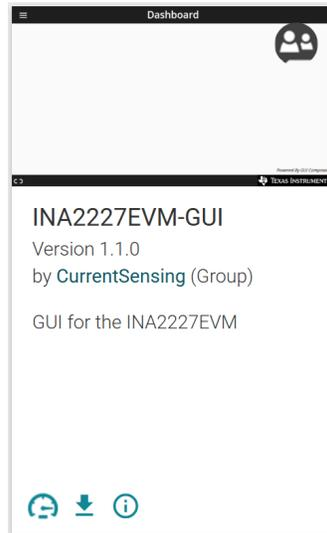

図 3-2. GUI Composer アプリケーション
3. GUI Composer アプリケーションを開き、Web ブラウザから GUI を起動します (図 3-2 を参照)。
4. オプションで、オフラインで使用するために GUI をダウンロードするには、GUI Composer アプリケーションで  アイコンをクリックし、プロンプトに従って操作します (図 3-2 を参照)。